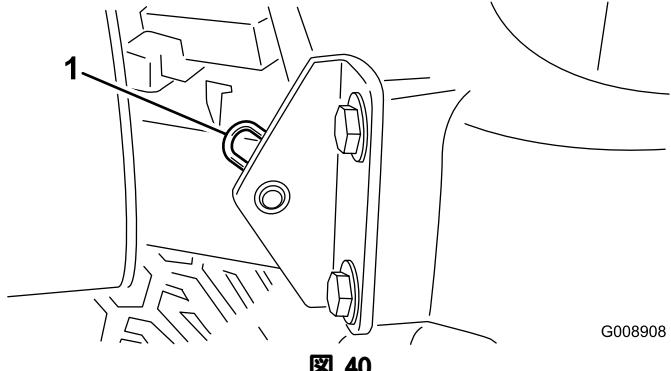

図 40
- フードのピボット部をブラケットに固定しているヘアピンコッターを抜き取る（図 40）。